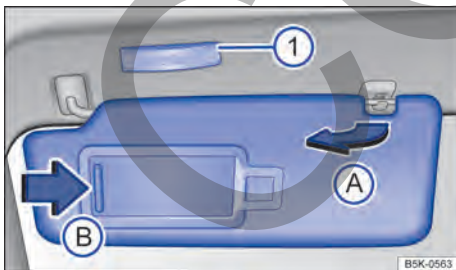

Fig. 78 Parasol.
- Retirar el parasol con cuidado del soporte sujetando la base de fijación y girar en la dirección de las puertas → fig. 78 **A**.
En el parasol plegado hacia abajo se encuentra un espejo de cortesía atrás de una cubierta. Al abrir la cubierta → fig. 78 **B** se enciende una luz **1**.